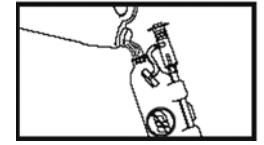

Figura 3
- 4. Agregue la solución de limpieza (Figura 3). Consulte las instrucciones del fabricante para obtener información sobre las especificaciones y el uso adecuado de la solución de limpieza.